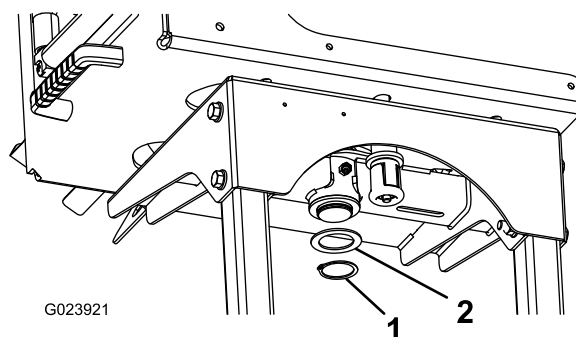

Рисунок 5
4. С нижней стороны рамы шлангового барабана установите упорную шайбу и стопорное кольцо на стойку поворотной пластины (Рисунок 5).